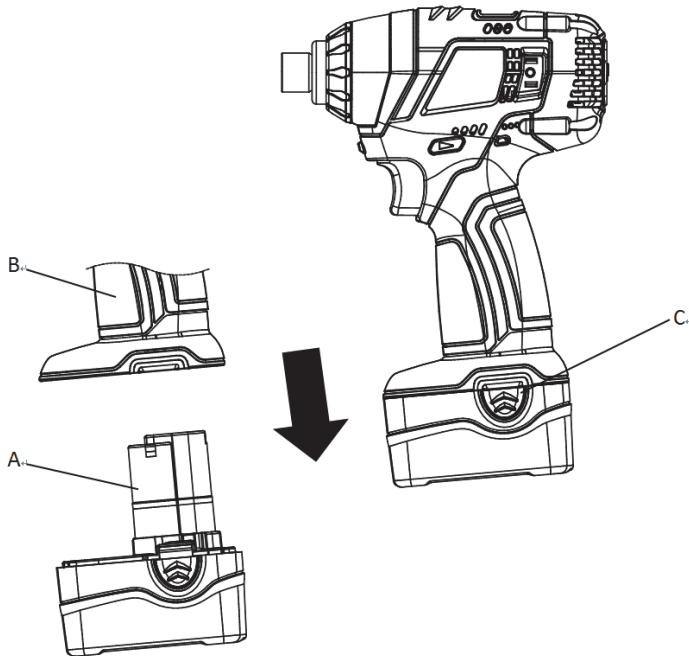

Fig. 2
PARA QUITAR LA BATERÍA: Suelte el botón de liberación de la batería (C) y tire de la batería (A) para sacarla (B). (ver Fig. 2)
PARA INSTALAR LA BATERÍA: Introduzca la batería (A) en la herramienta hasta que quede bloqueada en su lugar. (ver Fig. 2)